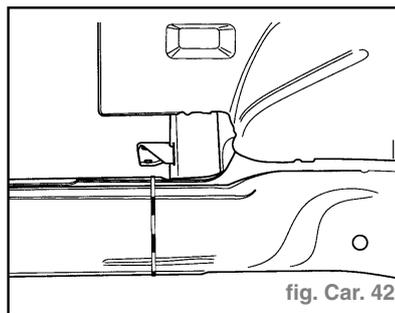

fig. Car. 42
- Zone de découpe une fois l'appui de pare-chocs déposé (fig. Car. 42).